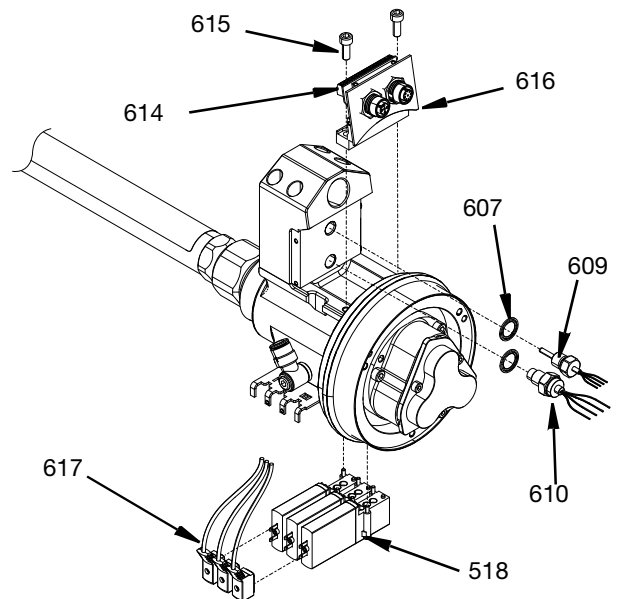

Рис. 13
1. Отсоедините кабельные соединения электромагнитного клапана (617) от электромагнитных клапанов (518).
2. Электромагнитные клапаны (518) можно отсоединить от коллектора воздушных клапанов (516), используя винты, прикрепленные к электромагнитным клапанам.
3. Удалите кронштейн двойного разъема (616) с прикрепленным разъемом для двойного кабеля (614), открутив два винта (615), используя шестигранный ключ.
4. Удалите датчик RTD (609), датчик давления (610) и 10-миллиметровые уплотнения шайб (607), если они установлены. Перед повторной сборкой старые уплотнения шайб следует заменить на новые. См. Рис. 13.